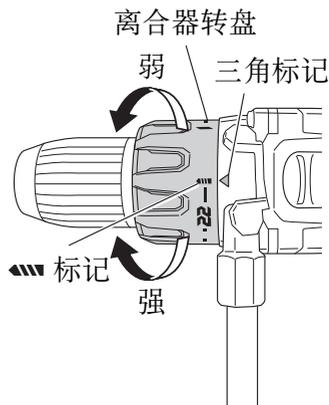
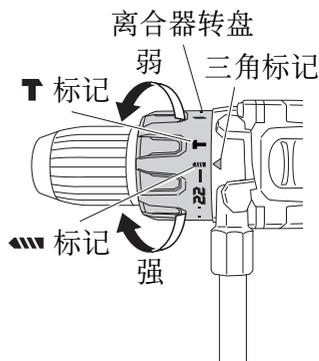

图 13
图 15
## 7. 确认离合器转盘的位置 (请参照图 13)
&lt;DV36DA&gt; (请参照图 15)
#### (2) 旋紧转矩的指示 (请参照第17页的图 13 和图 15)
#### (3) 调节旋紧转矩 (请参照第17页的图 13 和图 15)